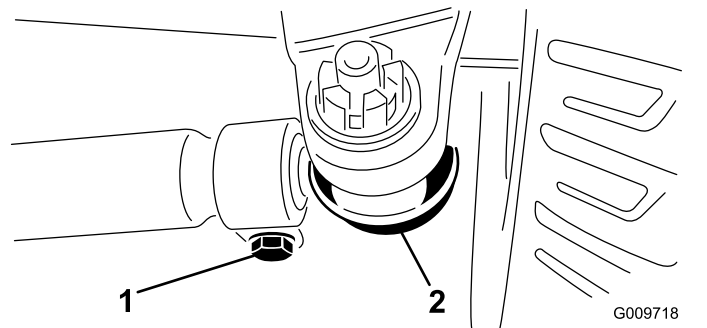

図 114
3. 調整は、両側のタイロッドのボールジョイントからコッターピンとナットを外して行う 図 114。
5. タイロッド両側のクランプをゆるめる(図 114)。